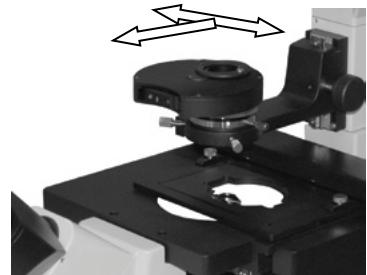

Рис. 3b. Установка конденсорного устройства
6. Извлеките из упаковки конденсорное устройство **5** и поместите его в держатель конденсора **6**. Разверните диск, как показано на рис. 3b. Зафиксируйте винтом.